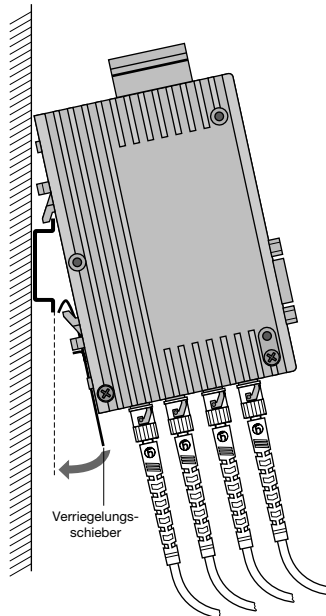

Abb. 7: Montage eines Moduls auf einer Standardhutschiene
- ▶ Hängen Sie die oberen Rasthaken des Moduls in die Hutschiene ein und drücken Sie die Unterseite, wie in der Abbildung 7 gezeigt, auf die Schiene, bis sie hörbar einrastet.